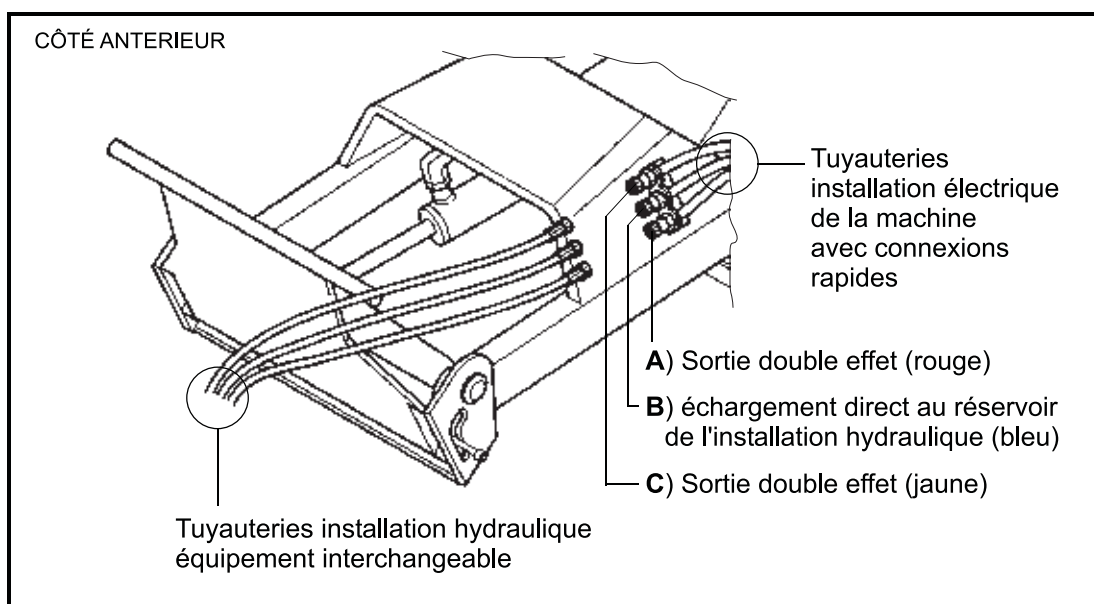

FIG. 27 (Connexion tuyaux hydrauliques de la machine à l'équipement interchangeable)
- 7- Si nécessaire connecter les tuyauteries hydrauliques de l'équipement interchangeable aux connexions rapides placées sur le bras de levage de la machine (**FIG.27**). Vérifier la connexion complète.